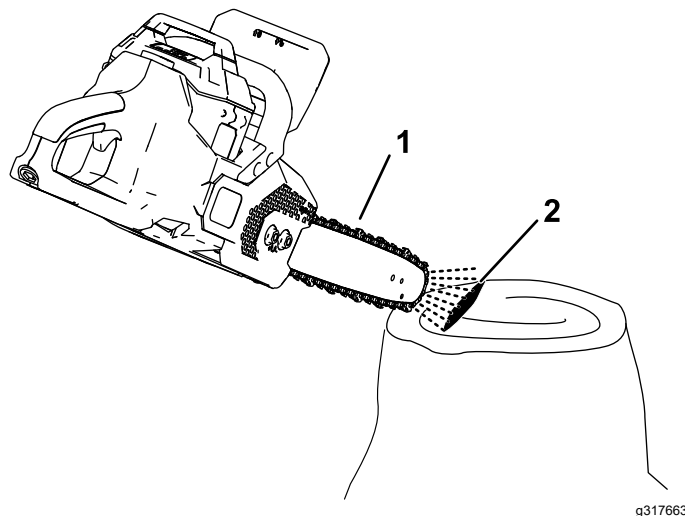

Figura 29
2. Para asegurarse de que el aceite fluye hasta la cadena, coloque la punta de la motosierra a unos centímetros de una superficie (por ejemplo, papel, cartón, un tocón) y arranque la motosierra; debe poder ver una pulverización ligera de aceite en la superficie (Figura 29).